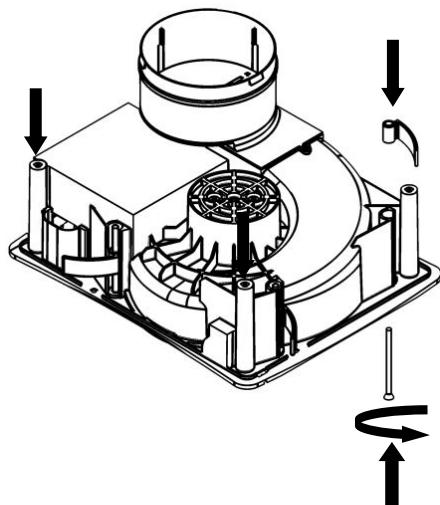

Fig.6. Settings / Réglages / Einstellungen / Instellingen
1. SELECTEER DE OPTIE CONTINUSNELHEID - Zet de dip switch 2 in de AAN-positie om continubedrijf te activeren. Om de optie continuwelheid te deactiveren zet u de dip switch 2 in de UIT-positie (fig. 6).**2. SELECTEER CONTINUSNELHEID (indien geactiveerd)**
- Lage continuwelheid - zet dip switch 1 in de UIT-positie (fig. 6).
- Hoge continuwelheid - zet dip switch 1 in de AAN-positie (fig. 6).
- Wandmodus- zet dip switch 3 in de UIT-positie (fig. 6)
- Luchtkanaalmodus - zet dip switch 3 in de UIT-positie (fig. 6)
4. SELECTEER VERTRAGING-AAN-OPTIE (HT-model) – schakel de dip switch 4 in de AAN-positie om de vertraging-aan te activeren. Hierdoor kan de ventilator ongeveer 2 minuten niet versnellen. Wanneer de schakelaar Live wordt onderbroken (uitgeschakeld) in deze periode, versnelt de ventilator niet. Wanneer de schakelaar Live daarna nog actief is, versnelt de ventilator. (fig 6).**5. TIMER AANPASSING (HT-model)**
De uitlooptijd is af fabriek ingesteld op 15 minuten. Deze uitlooptijdperiode kan tussen 5 - 30 minuten worden aangepast via de verstelinrichting op de bedienings-PCB (fig. 6).
- i. Om de bedrijfstijd te VERKORTEN draait u de regelaar [T] LINKSOM (fig. 6).
- ii. Om de bedrijfstijd te VERLENGEN draait u de regelaar [T] RECHTSOM (fig. 6).
De luchtvochtigheidsgraad van de ventilator wordt af fabriek zo ingesteld dat de ventilator op ongeveer 72% RV aanspringt (fig. 6).
- i. Om de instelling te VERLAGEN moet de luchtvochtigheidsregelaar (H) LINKSOM worden gedraaid. Hierdoor wordt de ventilator gevoeliger voor RV%, d.w.z. de ventilator slaat bij een lager RV% aan (fig. 6).
- ii. Om de instelling te VERHOGEN moet de luchtvochtigheidsregelaar [H] RECHTSOM worden gedraaid. Hierdoor wordt de ventilator minder gevoelig voor RV%, d.w.z. de ventilator slaat bij een hoger RV% aan (fig. 6).